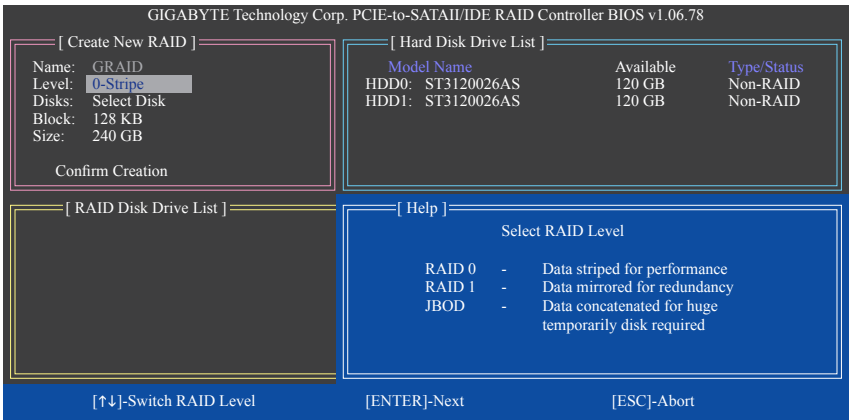

图5
在“Create New RAID”区域依序设定制作磁盘阵列所需的信息。(图5)
2. 选择要制作的磁盘阵列模式(Level)：使用<↑>或<↓>键选择要制作的磁盘阵列模式，选项有 RAID 0 (Stripe)、RAID 1 (Mirror)及JBOD (图5)。完成后按<Enter>键移至下一步骤。